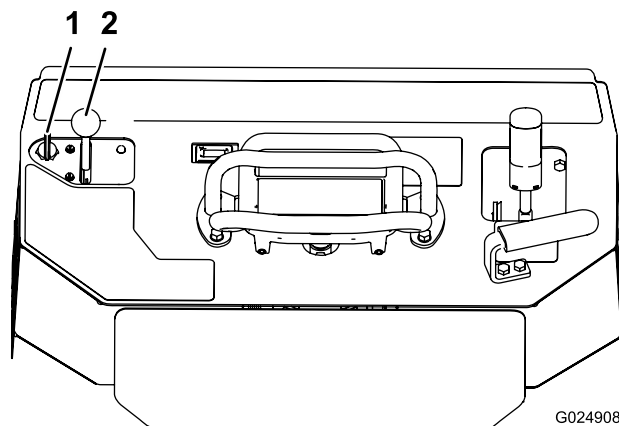

Figura 19
1. Mova a alavanca do regulador para o meio entre a posição SLOW e a posição FAST (Figura 19).
2. Rode a chave para a posição On (Figura 19). Quando o motor arrancar solte a chave.
3. Desloque a alavanca do acelerador para a posição pretendida (Figura 19).
2. Desloque a alavanca do acelerador para a posição Slow (Figura 19).
3. Rode a chave para a posição Desligar (Figura 19).